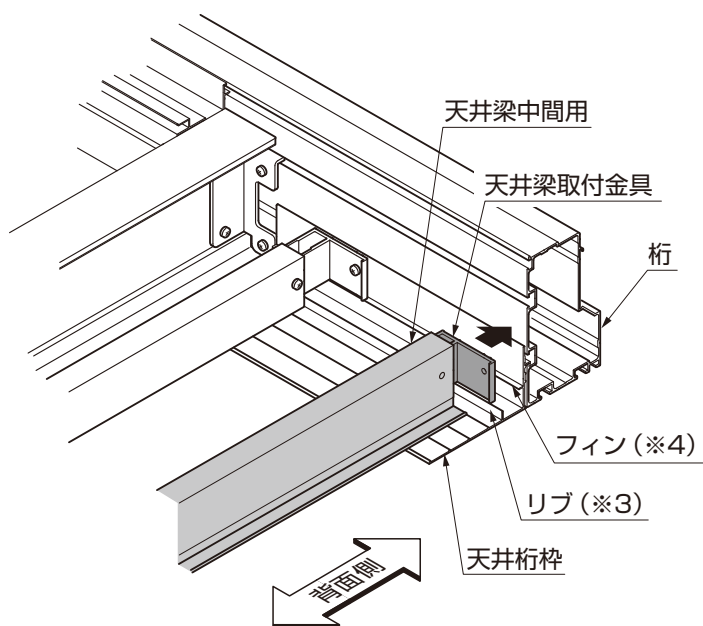
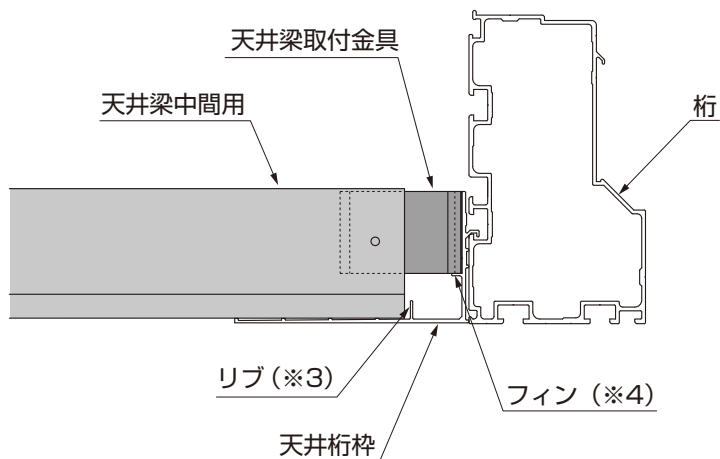

図6-33 天井梁取付金具と天井桁枠の取り付け
図6-34 天井梁中間用の納まり
- 天井梁中間用を天井桁枠の上に乗せる際は、必ずリブ(※3)の上に乗り上げないようにしてください。(図6-33参照)
- ④天井梁中間用から天井梁取付金具を引っ張りだして、天井桁枠に突き当ててください。(図6-33、図6-34参照)
- 天井梁取付金具を、天井桁枠に突き当てる際、必ずフィン(※4)の上に乗るようにしてください。(図6-34参照)